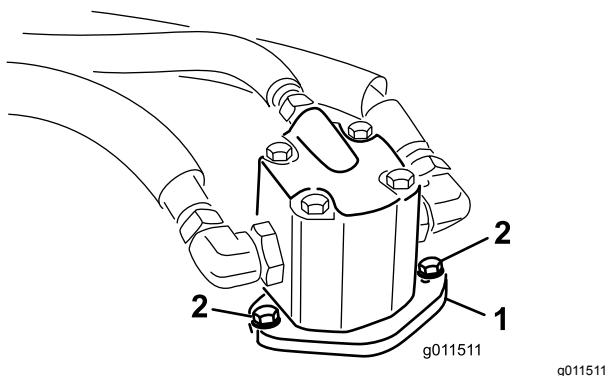

Figura 94
4. Rimuovete i bulloni che fissano il motore idraulico al piatto di taglio (Figura 94).